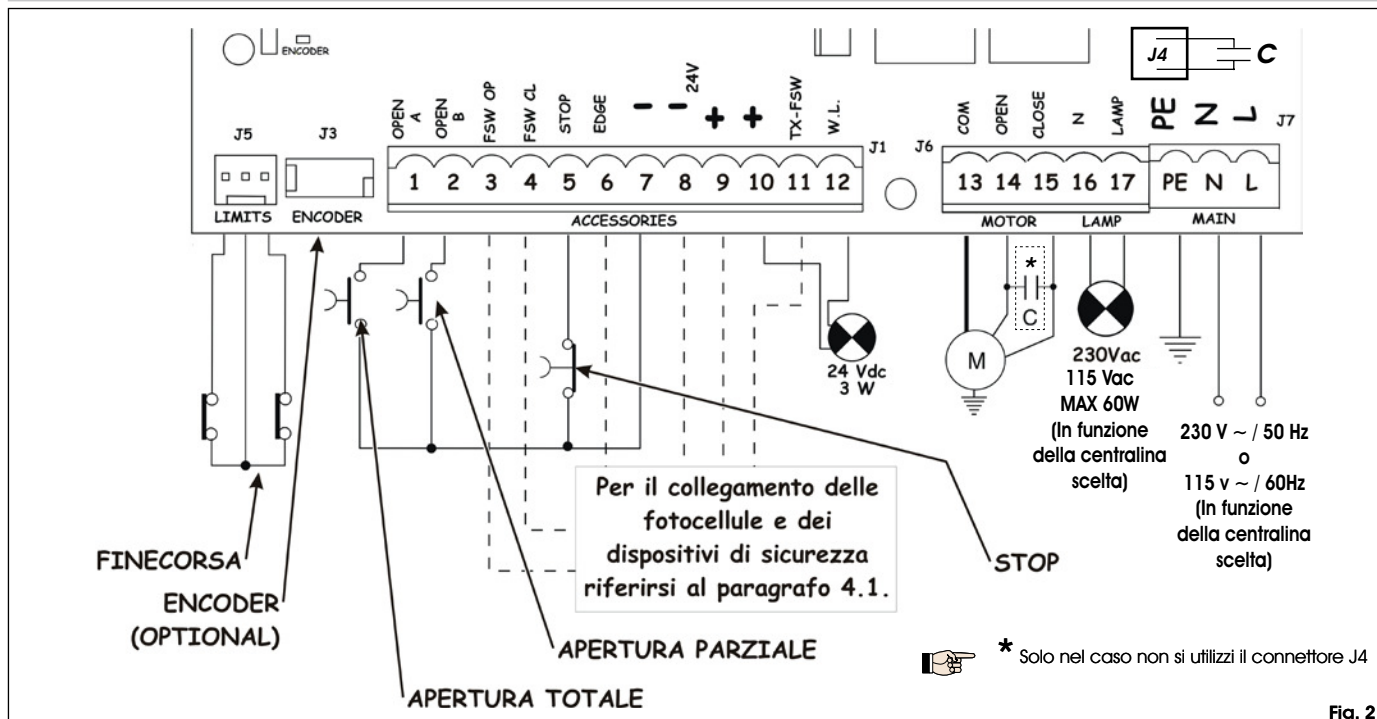

Fig. 2
4.2. Morsettiera J7 - Alimentazione (fig. 2)	pag.4
4.3. Morsettiera J6 - Motori e lampeggiatore (fig. 2)	pag.4
4.4. Morsettiera J1 - Accessori (fig. 2)	pag.4
4.6. Connettore J6 - Innesto rapido Finecorsa (fig. 2)	pag.5
4.7. Connettore J3 - Innesto rapido Encoder (fig. 2)	pag.5
Collegare il cavo di terra all'apposito morsetto previsto sul connettore J7 dell'apparecchiatura (vedi fig.2).
4.2. Morsetteria J7 - Alimentazione (fig. 2)
4.3. Morsetteria J6 - Motori e lampeggiatore (fig. 2)
4.4. Morsetteria J1 - Accessori (fig. 2)